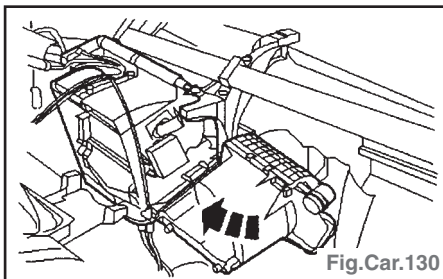

Fig.Car.130
- Déposer le boîtier de radiateur de chauffage et le tube de vidange (Fig.Car.130).